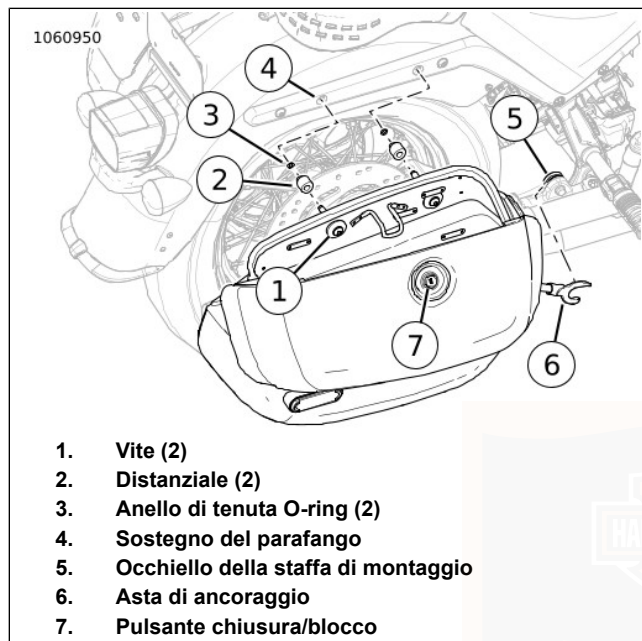

Figura 39. Gruppo della borsa
1. Vedere Figura 39 . Sbloccare la borsa.
- a. Inserire la chiave nel pulsante di chiusura (7) e ruotarla di un mezzo giro in senso antiorario.
3. Vedere Figura 39 . Chiudere la borsa laterale a chiave.
- a. Inserire la chiave nel pulsante di chiusura (7) e ruotarla di un mezzo giro in senso orario.
1. Vedere Figura 39 . Aprire le borse.
2. Sostenere con una mano la borsa e con l'altra rimuovere le viti di montaggio della borsa stessa (1).
1. Vedere Figura 39 . Verificare che i distanziali (2), gli O-ring (3) e gli occhielli (5) siano in posizione e in buone condizioni.